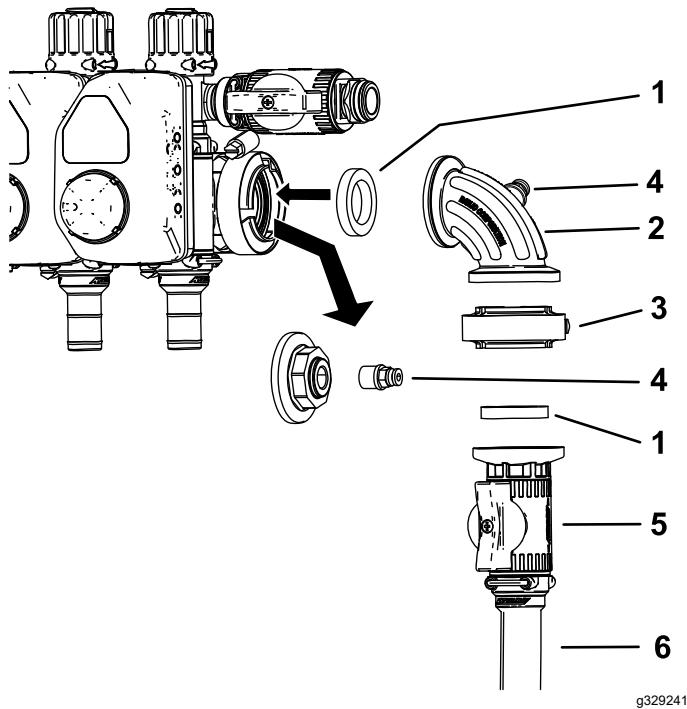

図 21
9. 水圧ゲージのポートから、キャップとカップラを取り外す 図 21。
10. 図 21のように制御バルブアセンブリを取り付ける。
11. 90度フィッティングの空いているポートにカップラを取り付ける 図 21。